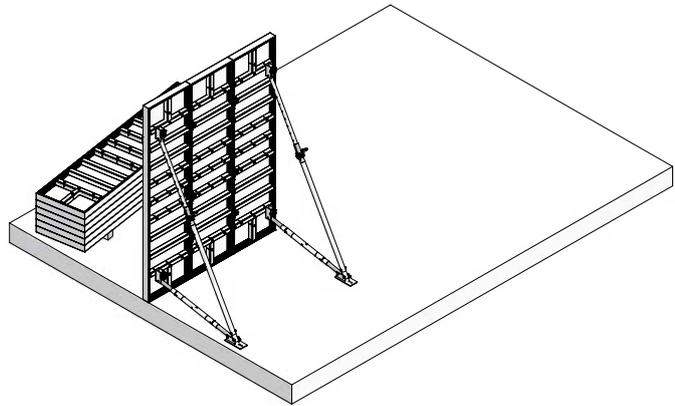

Abb. 41.1
2. Das erste Element aufstellen und mit 2 Richtkonsolen am Boden fixieren, um es gegen Umfallen zu sichern (Abb. 41.1). Der Anschluss der Fußplatte am Boden/Betonfertigteil muss kraftschlüssig sein. Auf Erdreich erfolgt die Befestigung mit 2 Erdnägeln, auf Beton mit 2 Schwerlastdübeln.